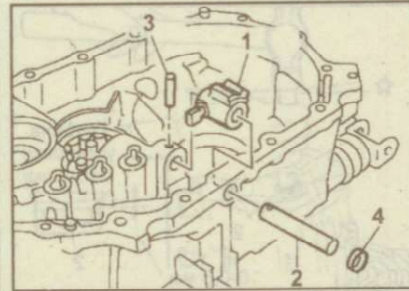

Рис. 9.149. Установка селектора (1), вала селектора (2), штифта (3) крепления вала селектора и заглушки (4)
- 11. Установите в картер сцепления селектор, вал селектора и штифт крепления вала селектора (рис. 9.149).